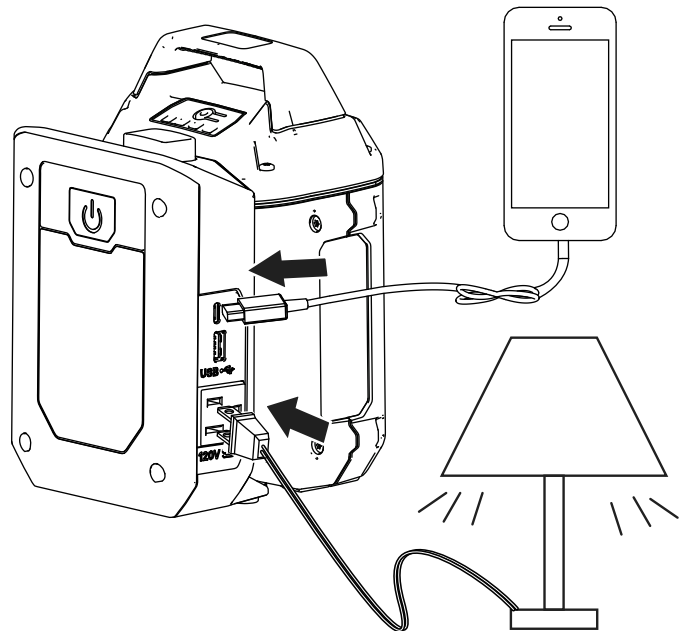

Figura 5
3. Conecte su dispositivo a un puerto USB o al conector de CA (Figura 5).